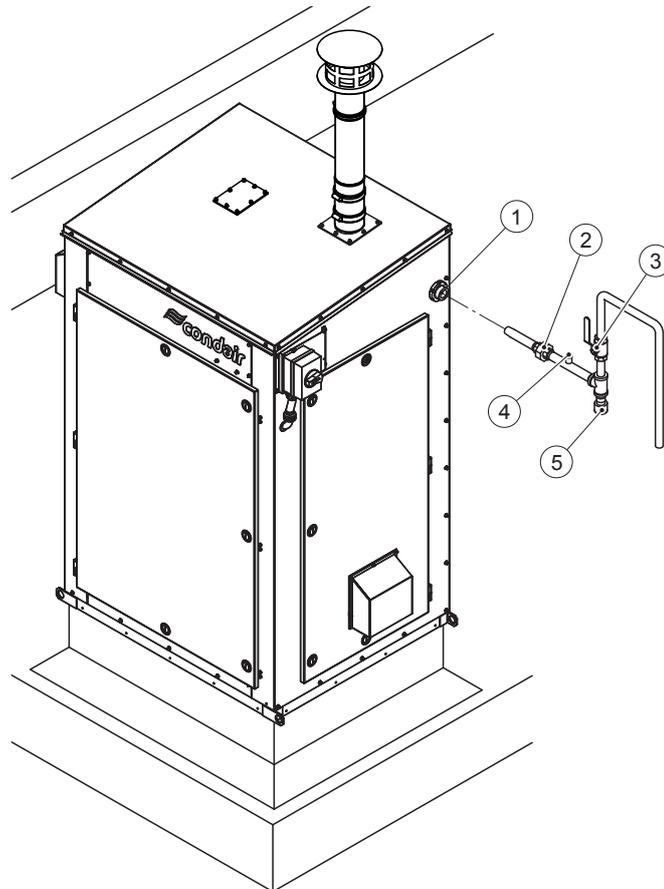

Abb. 15: Übersicht über die Gasinstallation
Die Gasversorgungsinstallation muss gemäss Abb. 15 auf Seite 46 und den geltenden nationalen und örtlichen Vorschriften für Gasversorgungsinstallationen durchgeführt werden. Darüber hinaus müssen folgende Voraussetzungen erfüllt sein:
- Unmittelbar vor dem Luftbefeuchter muss ein zertifiziertes manuelles Gasabsperrentil (siehe Punkt 3 in Abb. 15 auf Seite 46) installiert werden. Vor dem Luftbefeuchter kann auch eine thermisch auslösende Gasabsperreinrichtung installiert sein. Installieren Sie ein solches Gerät gemäss den örtlichen Vorschriften und Bestimmungen.